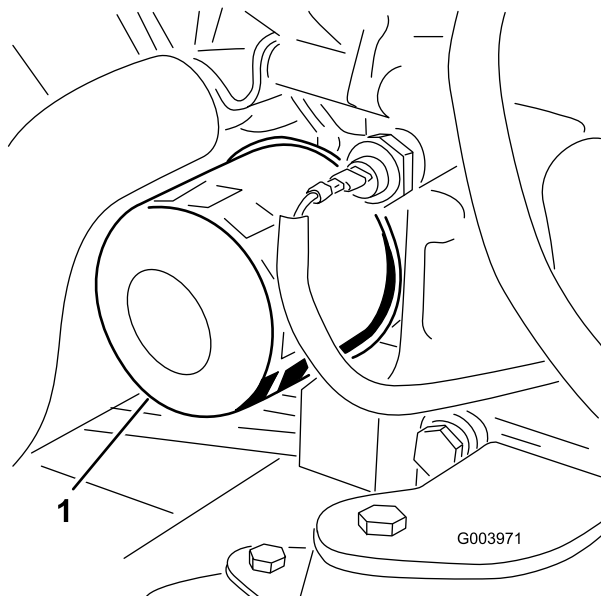

Figure 55
3. Déposez le filtre à huile (Figure 55).